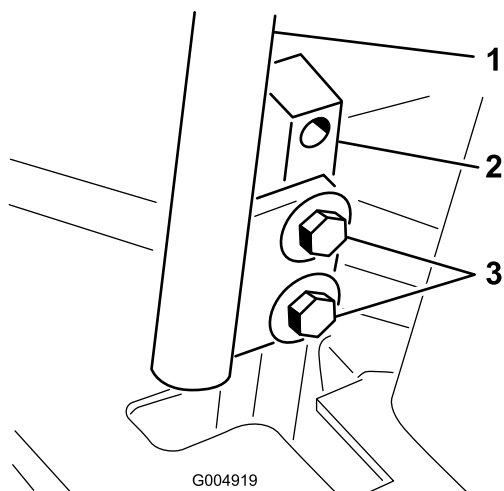

Рисунок 44
3. Ослабьте болты крепления рычагов управления (Рисунок 44).